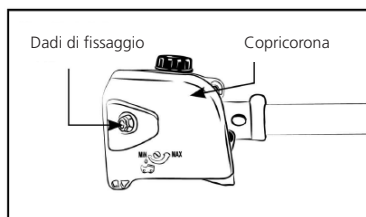

Fig. 3A
1. Rimuovere i dadi di fissaggio dalla barra e avvitare. Quindi rimuovete il coperchio del pignone. (Fig. 3A)
5. Installate il coperchio del pignone e serrate i dadi di fissaggio della barra e la vite (Fig. 3A).